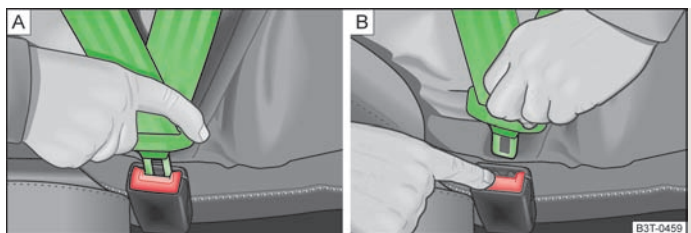

Fig. 79 Sådan spændes sikkerhedsselen. / Sådan tages sikkerhedsselen af.
- Stik låsetappen ind i den selelås, der hører til den pågældende siddeplads » Fig. 79 – [A]. Du skal kunne høre, at den går i hak.
- Tryk på den røde knap i selelåsen » Fig. 79 – [B]. Låsetappen springer ud.